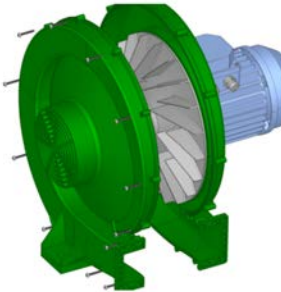

FIGURA 5
3. Fijar el cárter de aspiración al grupo previamente montado, mediante 12 tornillos KC40 x 30 (tornillos y tornillería incluidos) con un par máximo de 5Nm (FIGURA 5).